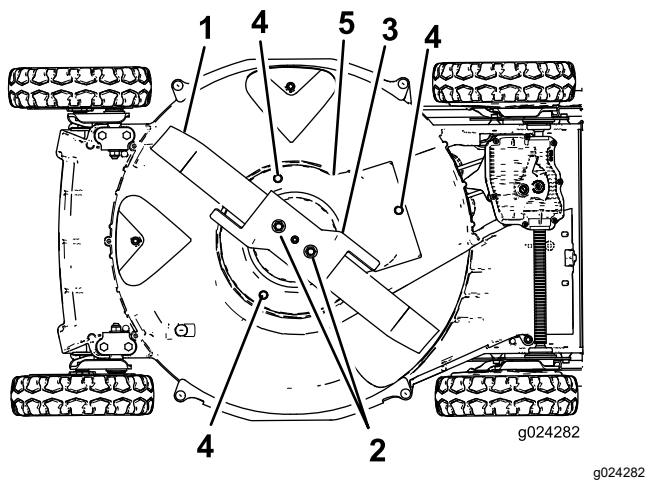

Figure 39
6. Retirez les 2 écrous de lame, l'accélérateur et la lame (Figure 39).